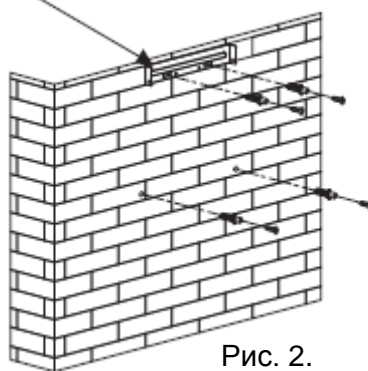

Рис. 2.
- С помощью дюбелей закрутите 4 x 30 мм винта в стену, затем с помощью двух винтов 4 мм x 40 мм закрепите кронштейн внутреннего короба на стене. См. рис. 2.